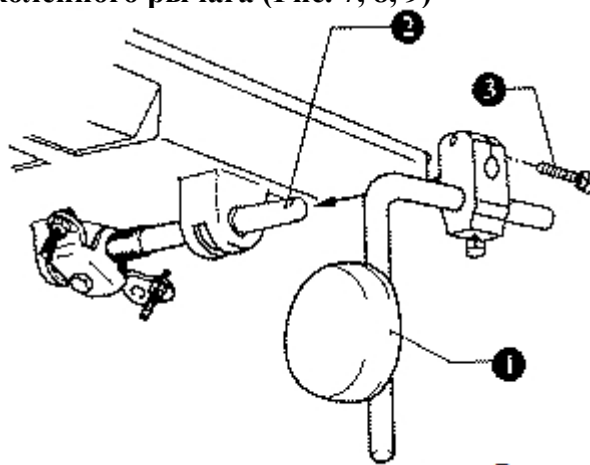

рис.7
4. **Монтаж устройства коленного рычага (Рис. 7, 8, 9)**